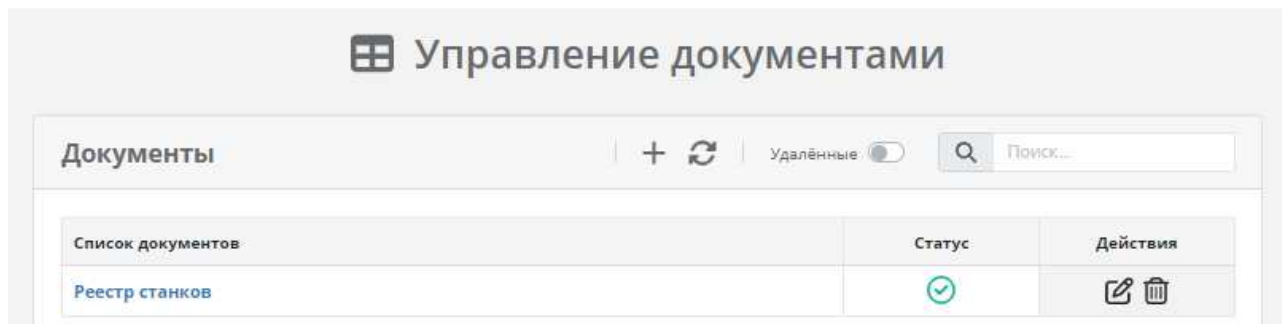

Рисунок 43. Созданный документ в списке документов
1) Для просмотра сформированного документа необходимо кликнуть по тексту ссылки созданного документа (Рисунок 43).